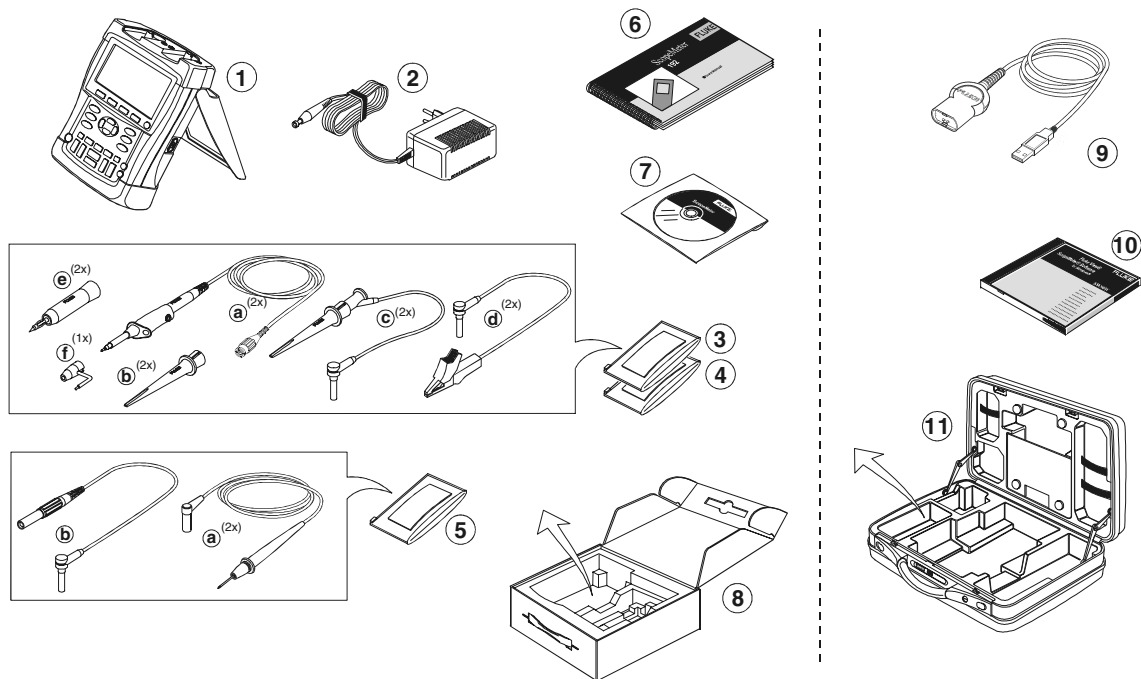

图 1. ScopeMeter 测试仪套件箱
- 不要从地表连接地线（如图 1，项目 f）至峰值高于 **42 伏特（30 Vrms）** 的电压。